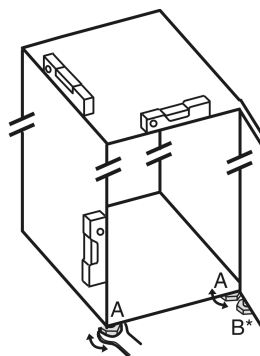

Fig. 5
- ▶ Az állítható lábakat *Fig. 5 (A)* a mellékelt villáskulccsal és egy vízmérce segítségével csavarja ki addig, amíg a készülék szilárdan és egyenesen be nincs igazítva.
- ▶ A csapágybak állítható lábát *Fig. 5 (B)* a mellékelt villáskulccsal csavarja ki úgy, hogy a padlón feküdjön.
- ▶ Az állítható lábat *Fig. 5 (B)* forgassa tovább 90°-kal.